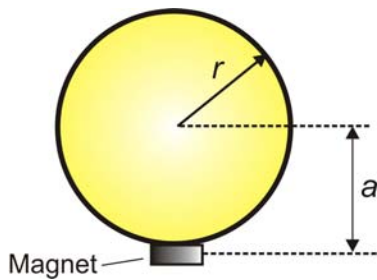

Abb. 9
1. Bestimmen Sie J_3 aus Pendelschwingungen. Hängen Sie dazu einen Magneten an den Umfang des Kreisels wie in Abb. 9. Für nicht zu große Auslenkungen messen Sie die Schwingungsdauer T für 3 Perioden (Mittelwert \bar{T} aus 6 Messungen).